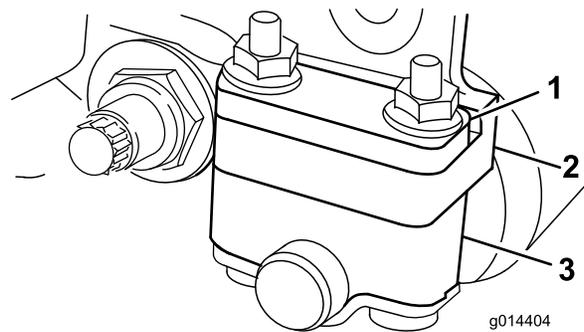
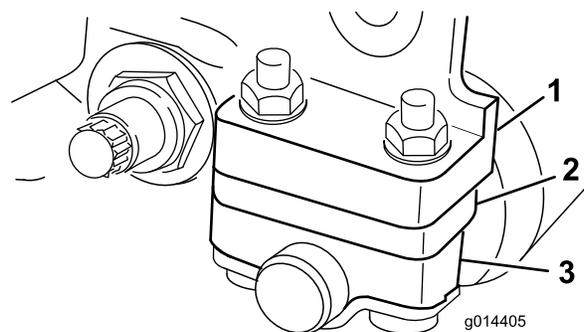

Figura 6
Figura 7
- Posicione o espaçador abaixo da flange de montagem da placa lateral quando as definições da altura de corte variarem entre 3 e 25 mm, como se mostra na Figura 7.
Dependendo do intervalo de altura de corte desejado, ajuste os suportes do rolo traseiro (Figura 6 ou Figura 7) para a posição inferior ou superior:
- Posicione o espaçador acima da flange de montagem da placa lateral (definição de origem) se as definições da altura de corte variarem entre 1,5 e 6 mm, como se mostra na Figura 6.
4. Coloque os espaçadores nos parafusos acima ou abaixo dos suportes do cilindro, consoante o necessário (Figura 6 ou Figura 7).